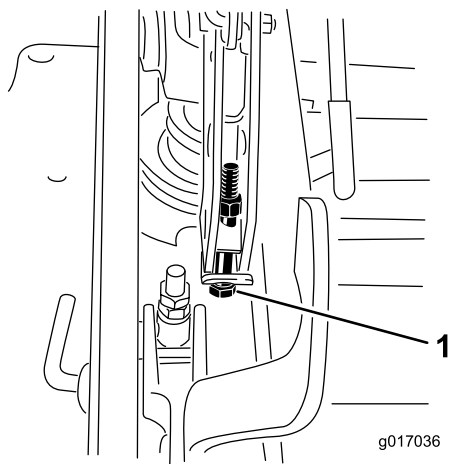

Figure 91
13. Si le tablier est trop bas, serrez le boulon de réglage monpoint dans le sens horaire. Si le tablier est trop haut, desserrez le boulon de réglage monpoint dans le sens antihoraire (Figure 91).